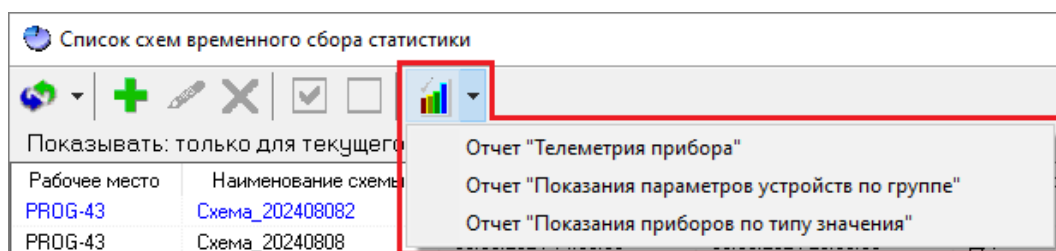

Рисунок 12-155 Выпадающее меню "Отчеты"
- либо нажмите кнопку  «Отчеты» и в появившемся выпадающем меню выберите необходимый вариант отчета (см. Рисунок 12-155);